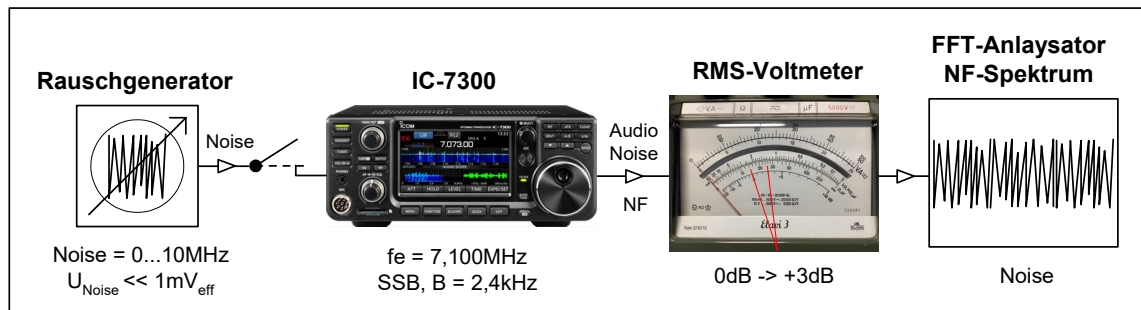

Bild 3: Rauschmaß eines SSB-Empfängers
Zur Ermittlung der Rauschzahl (F) benötigt man einen kalibrierten Rauschgenerator, der ein im Pegel einstellbares weisses Rauschband von z.B. 0-10MHz erzeugt. Den Empfänger auf $f=7,1\text{MHz}$, SSB, $B=2,4\text{kHz}$ einstellen und den Pegel des Rauschgenerators so einstellen, dass die Spannungsanzeige des RMS-Voltmeter am Audio-Ausgang um Faktor $\sqrt{2}=1,414$ von z.B. 0,1Volt auf 0,1414Volt ansteigt oder auf der logarithmischen Skala des Voltmeters von 0dB auf +3dB (20log1.414 = 3dB) (**Bild 3**).